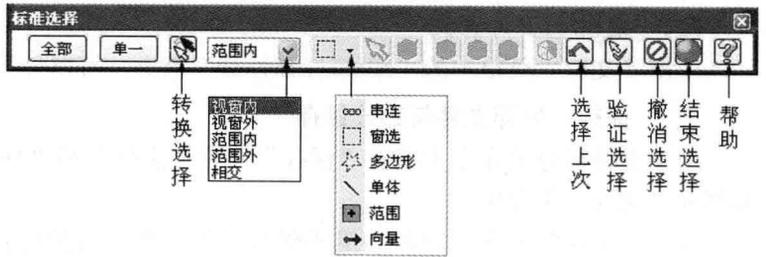

图1-10 “标准选择”工具栏
- “部分保存”命令：该命令用于为选取的图素另存到新文件。执行该命令，系统提示选取要保存的图素，选择所需要的图素（如图 1-10 所示的“标准选择”工具栏列出了可用的选择工具和选项）后，单击“标准选择”工具栏中的“结束选择”按钮 ，然后利用弹出的“另存为”对话框完成部分保存操作。